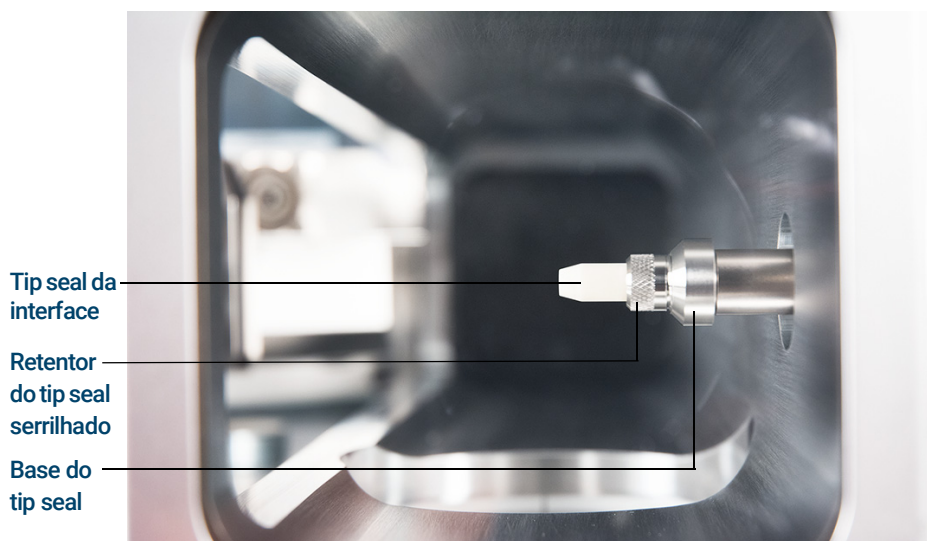

Figura 8. Tip seal da interface
- 1 Verifique se a fonte CI, a fonte de EI XTR ou HES está instalada. Esta vedação da ponta (tip seal) e sua mola não devem estar instalados quando uma fonte de SS ou uma fonte inerte de EI estiverem instaladas (Consulte a **Figura 8** na página 54).